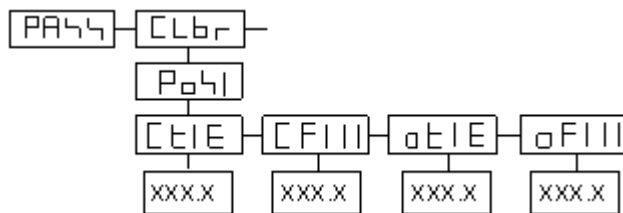

Рисунок 1 - Меню калибровки датчика положения
3.3.1 Порядок действий (см. рисунок 1):
п) нажимая кнопки управления в обратном порядке (см. рисунок 1) вернуться в